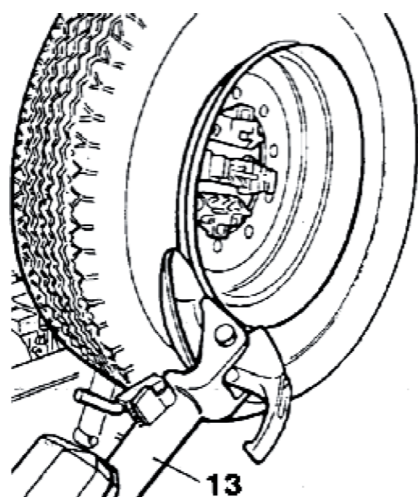

Рис. 11.
3. Опустите рычаг держателя инструмента (13, рис.11) в рабочее положение и дайте ему зафиксироваться.